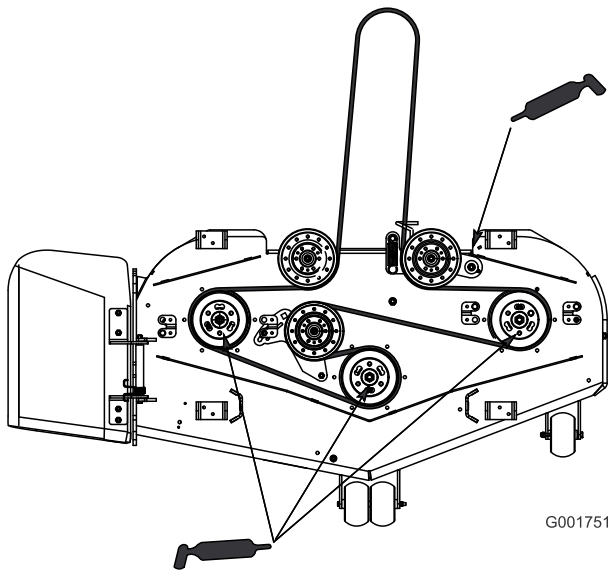

Figure 25
4. Graissez le pivot de la poulie de tension (Figure 25).